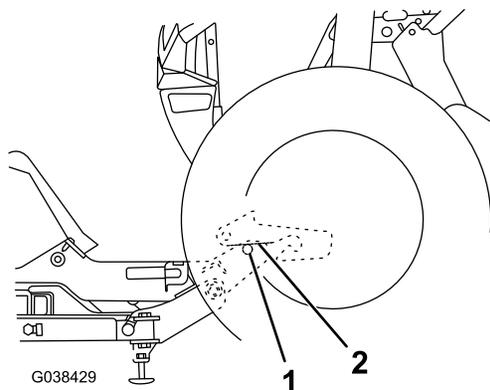

Bild 14
4. Drehen Sie das Bein des Ständers soweit, bis der hintere Stift die Stiftaufnahme berührt, wie in Bild 14 dargestellt.